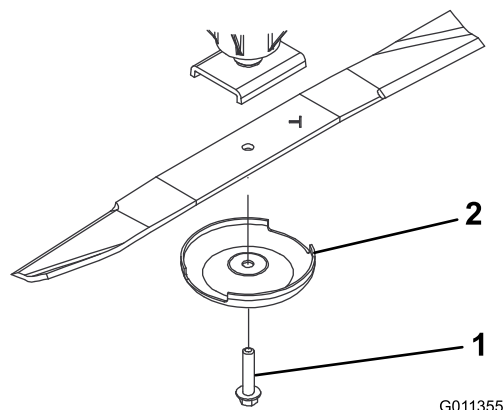

図 14
2. ぼろきれや厚いパッドの入った手袋を使ってブレードの端部をしっかりと握る。スピンドルのシャフトからブレードボルト、芝削り防止カップ、ブレードを取り外す図 14。
うに取り付け、芝削り防止カップをつけてブレード・ボルトで固定する図 14。各ブレード・ボルトを 85 110 ft.-lb 115 150 N・m = 11.8 15.2 kg.m にトルク締めする。